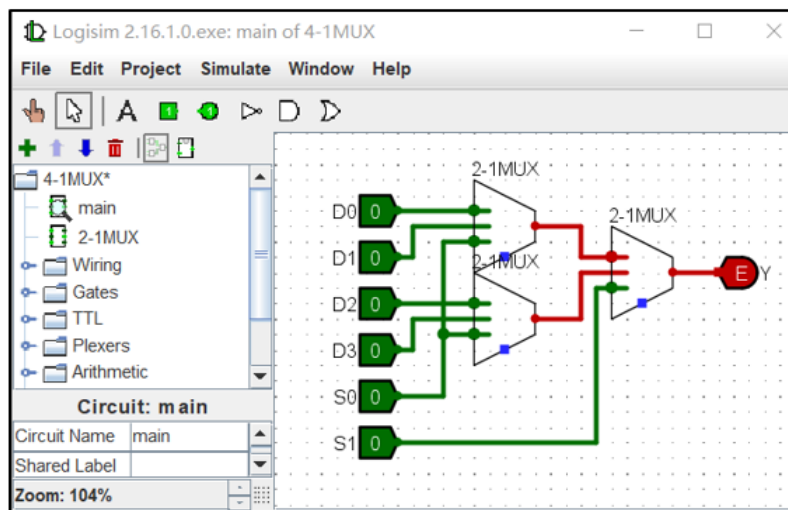
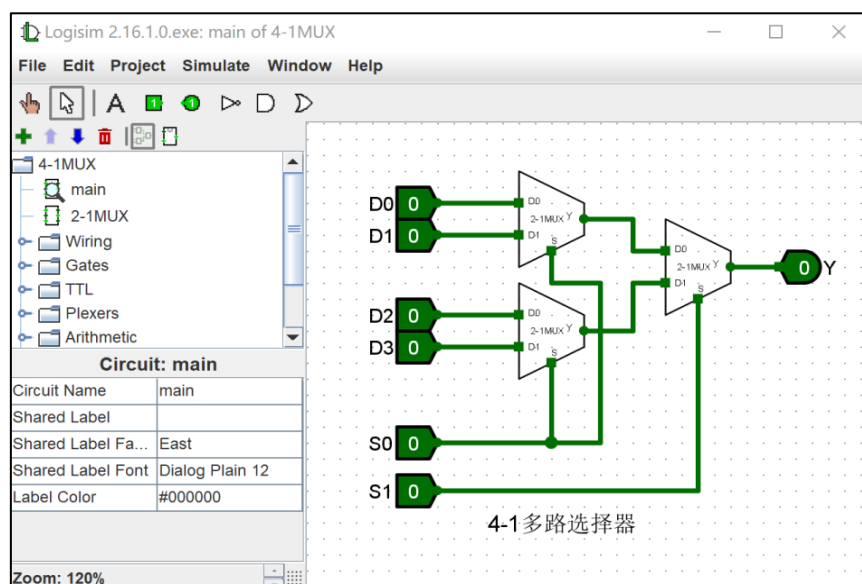

图 11.30 存在连线错误的主电路图
图 11.31 修正后的主电路图
9) 修订错误连线。如图 11.30 所示，如果打开主电路图出现红色连线，则说明发生了错 误，需删除错误连线，重新连接端口。图 11.30 中电路图经修订后，得到如图 11.31 所示的 电路图。